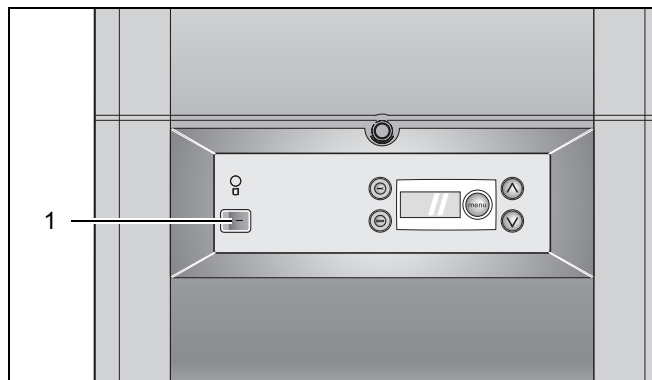

fig. 6 Interruptor de funcionamento DBA
- Colocar o interruptor de funcionamento na posição "0" (fig. 6, pos. 1).